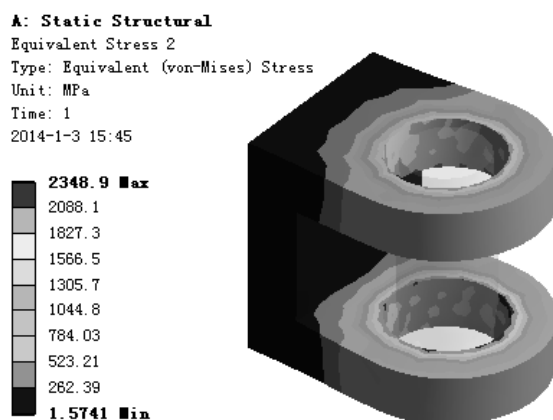

图 7.6.49 应力结果图解（几何体 1）
(4) 查看几何体 1 应力图解。在“Outline”窗口中选中  **Equivalent Stress 2**，查看图 7.6.49 所示的几何体 1 的应力结果，其最小应力为 1.5741 MPa，其最大应力为 2348.9 MPa。